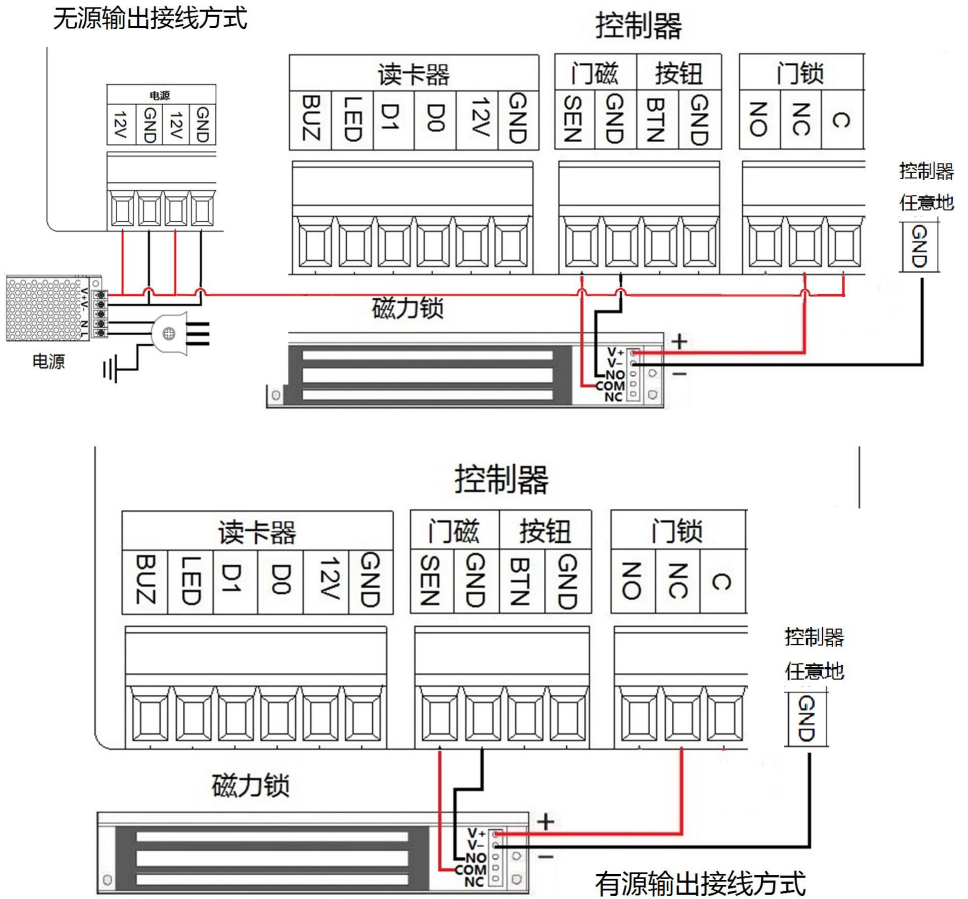

图 8：电插锁、电磁锁接线示意图
2. 通电上锁的电插锁、磁力锁，锁的负极接控制器的 GND，C 端接电源的正极，NC 端接锁的正极，白色两根门磁线不分正负极接控制器的 SEN、GND，如图 8 所示：